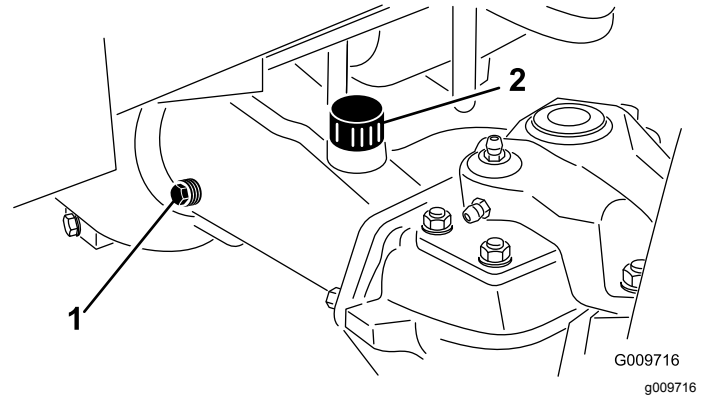

Figura 96
2. Retire o tampão de verificação que se encontra numa das extremidades do eixo (Figura 96) e certifique-se de que existe óleo até ao fundo do orifício. Se o nível estiver baixo, retire o tampão de enchimento (Figura 96) e adicione óleo suficiente para o nível de lubrificante subir até ao fundo dos orifícios do tampão de verificação.